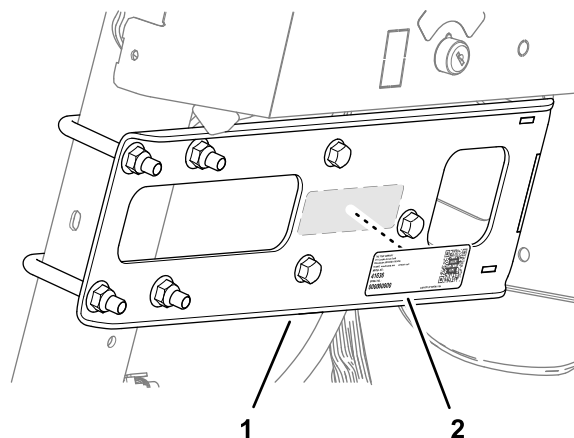

Bild 77
- Bringen Sie den Aufkleber an der Verteilerbefestigung an, wie in Bild 77 dargestellt.